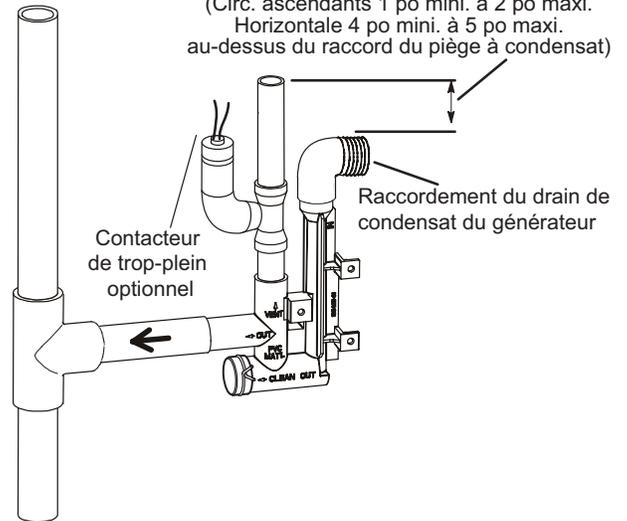

FIGURE 52
- 5 - La « FIGURE 51 » et la « FIGURE 53 » montrent l'appareil et le serpentin d'évaporateur utilisant un drain séparé. Si nécessaire, la conduite de condensat de l'appareil et celle du serpentin d'évaporateur peuvent s'écouler ensemble. Voir la « FIGURE 52 », la « FIGURE 54 » et la « FIGURE 55 ».